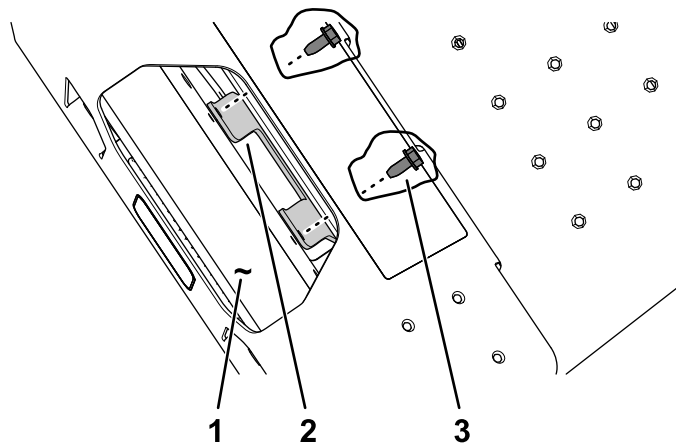

Figura 3
3. Si la máquina está equipada con una **plataforma estándar**, sujete el soporte de las luces delanteras al tubo del eje delantero usando los 2 tornillos autorroscantes (5/16" x 3/4") suministrados con el kit (Figura 3).